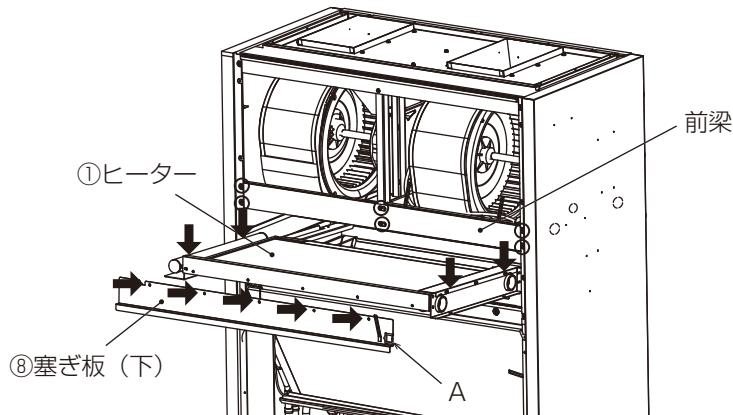

図5
- 5) 図5のように①ヒーターを製品正面より②③ヒーター取付板（左）（右）のストッパーのところまで挿入し、ねじ止めしてください。（左右2箇所）